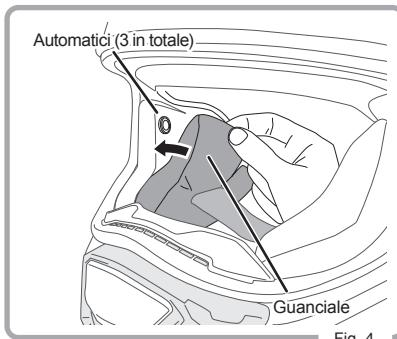

Fig. 4
5. Agganciare i 3 automatici. (Fig. 4)
4. Infilare l'interfodera in modo tale che il bordo della gomma del telaio sia quasi in linea con il paravento per completare il fissaggio (Fig. 4).